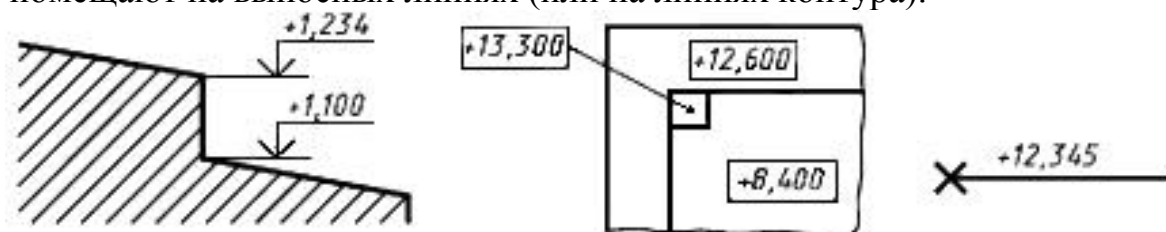

Рис. 3.
5. **отметка уровня:** отметки уровней (высоты, глубины) конструкции или ее элемента от какого-либо отсчетного уровня (рис. 3), принимаемого за "нулевой", помещают на выносных линиях (или на линиях контура).